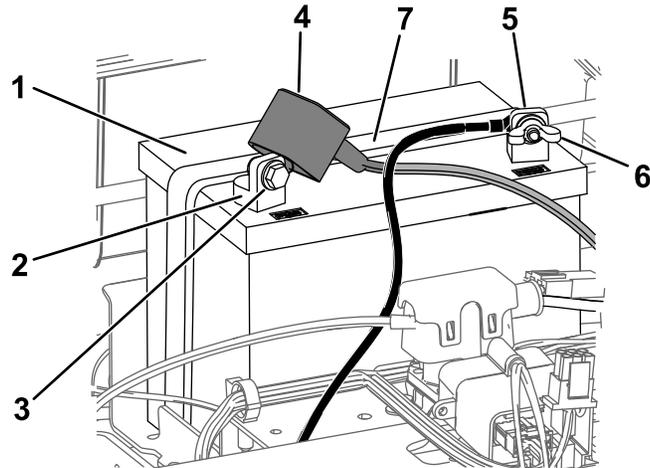

図 47
4. バッテリー端子からマイナスケーブル黒を外す 図 47。
6. バッテリー端子からプラスケーブル赤を外す 図 47。
7. バッテリー押さえ 図 47 を外して、バッテリートレイからバッテリーを取り出す。
1. バッテリーをトレイに載せる 図 47。
5. バッテリー押さえを使ってバッテリーを固定する 図 47。